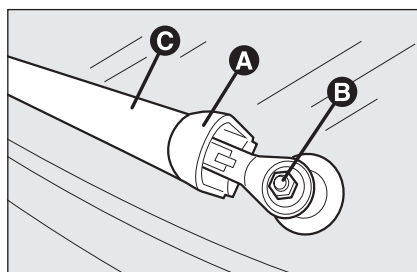

fig. 2
- ☐ levante la protección **A-fig. 2**, afloje la tuerca **B** y quite el brazo **C**;